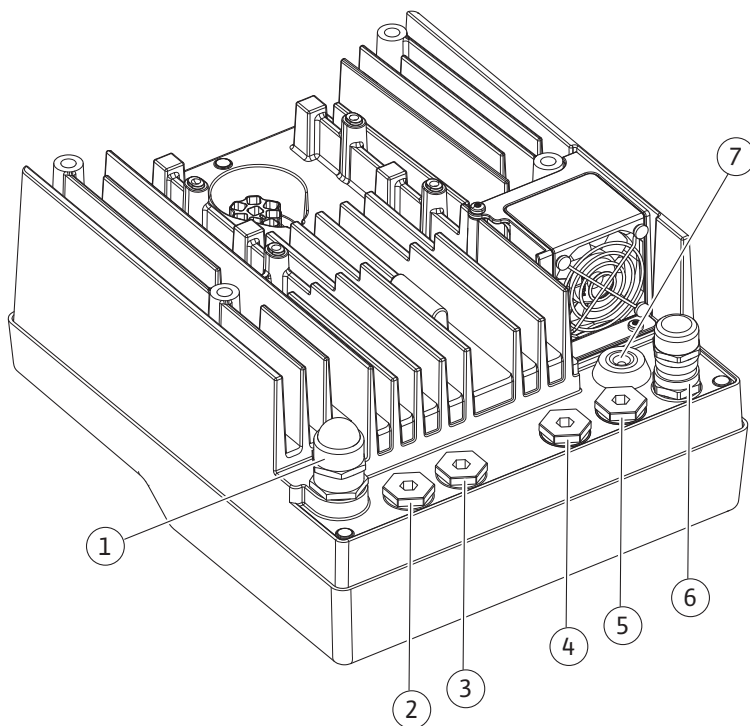

Fig. 10: Кабелни съединения с резба/кабелни връзки
- CIF модул за свързване към сградна автоматизация (шинна комуникация): Екранът е свързан към проходния отвор за кабел на електронния модул (Fig. 10).
4. Прекарайте захранващия кабел през кабелното съединение с резба M25 (Fig. 10, поз. 1). Затегнете кабелното съединение с резба с указаните въртящи моменти.